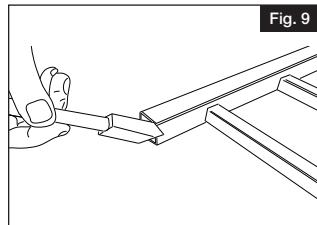

Fig. 9
- a. Peindre toutes les extrémités coupées des traverses et des tiges (Fig. 9).